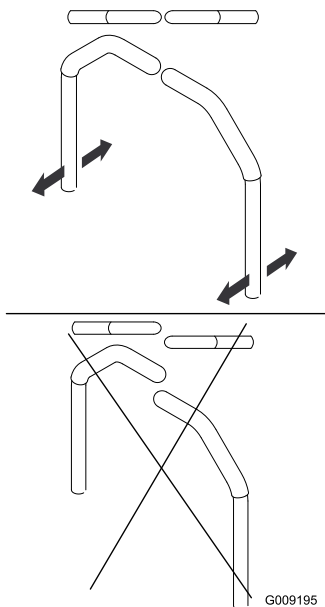

Figure 64
- Réglez l'alignement avant/arrière des leviers en les plaçant tous deux à la position POINT MORT, puis faites-les coulisser jusqu'à ce qu'ils soient alignés, et serrez les boulons (Figure 64).